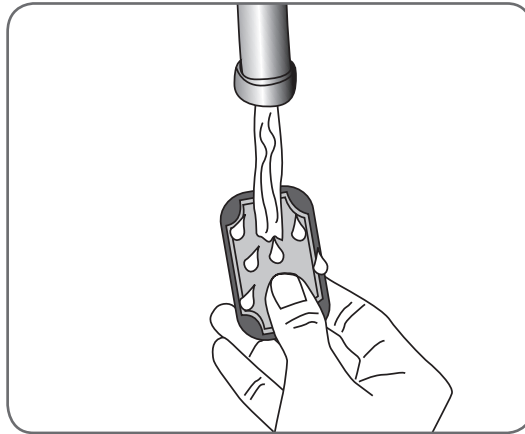

Abbildung 8-4: Befeuchten der Gewebeelektroden
3. Befeuchten Sie die Gewebeelektroden, bis sie sich vollgesogen haben (siehe Abbildung 8-4).